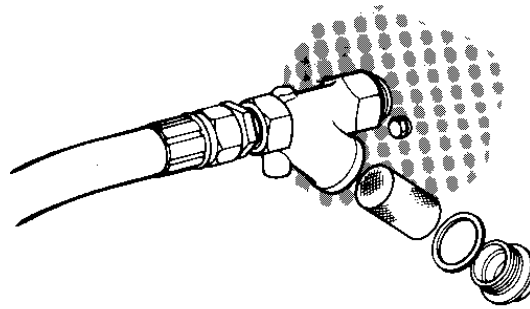

fig. 19
- Remove the hexagonal plug located on the lower side of the filter (*fig. 19*).
- Desmontar el tapón exagonal de la parte inferior del filtro (*fig. 19*).
- Démonter le bouchon hexagonal du dessous du filtre (*fig. 19*).